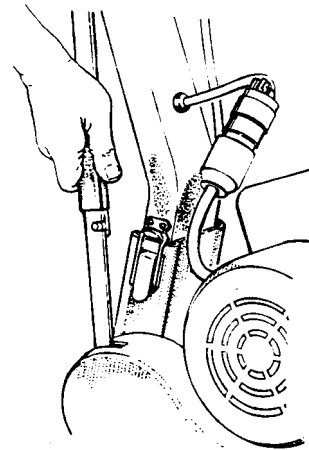

Abbildung 2
2. Schieben Sie die Sperre über die Steuerverbindung. Entfernen Sie den Zapfen aus der Kerbe. Siehe Abbildung 2.
4. Lösen Sie die Griffsperrn und entfernen Sie den Griff vom Rahmen. Siehe Abbildung 2.